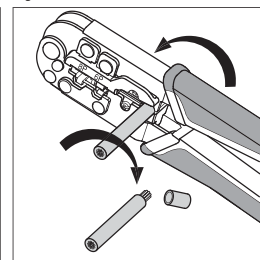

Fig. 4
2. Consulte el gráfico (Fig. 4) para determinar la cavidad apropiada para el conjunto de cable y conector.
2. Consulte a tabela (Fig. 4) para determinar a cavidade apropriada para o conjunto conector-cabo.
2. Consultez le tableau (Fig. 4) pour déterminer la cavité appropriée pour l'ensemble connecteur-câble.